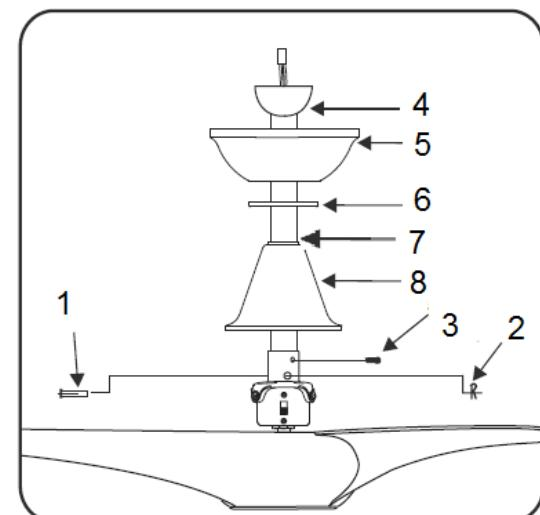

Fig. 5
- Faire coulisser le couvercle (8) de l'accouplement, le capuchon (6) de la monture et la monture (5) sur la tige inférieure (7). (Fig. 5)
- Réinstaller le joint à bille et l'axe transversal (4) sur la tige inférieure (7), en s'assurant qu'il est bien positionné, puis serrer les vis du joint à bille.